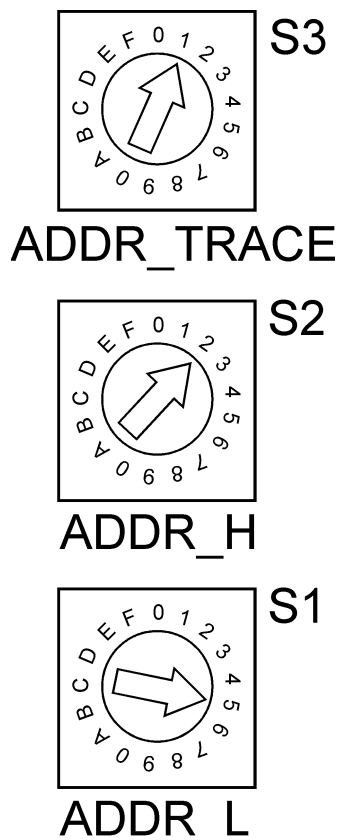

Рисунок 7 - Переключатели на плате кросса, задающие адрес трассы и адрес модуля
7.1 Адрес трассы задается с помощью переключателя S3 «ADDR\_TRACE» на плате кросса (см. рисунок В.1 и рисунок 7). Допустимые значения адреса трассы: 1 - 4.
Например: переключатель S3 установлен в положение «1» (см. рисунок 7), то значение адреса трассы будет соответствовать - 1.
Например, переключатель S2 установлен в положение «2», а S1 установлен в положение «5» (см. рисунок 7). Тогда адрес модуля REG-T2 будет 25(h) (другая запись – 0x25) в шестнадцатеричной системе счисления.